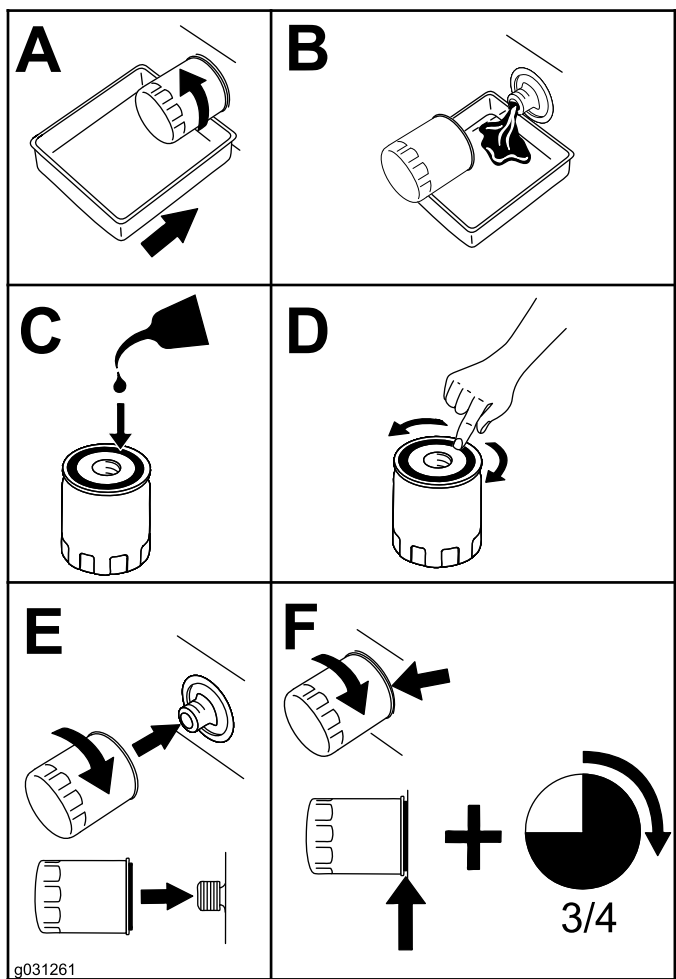

Bild 55
4. Wechseln Sie den Ölfilter wie in Bild 55 gezeigt.